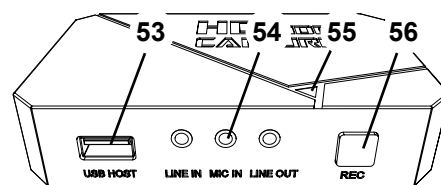

Fig. 35
⇒ Premere il tasto REC (56, Fig. 35) del videoregistratore HDMI.
- ◆ Il LED di segnalazione (55, Fig. 35) è acceso in rosso.
⇒ Collegare il cavo del microfono della cuffia (spina rosa) al connettore MIC IN (54, Fig. 35) (di colore rosa).